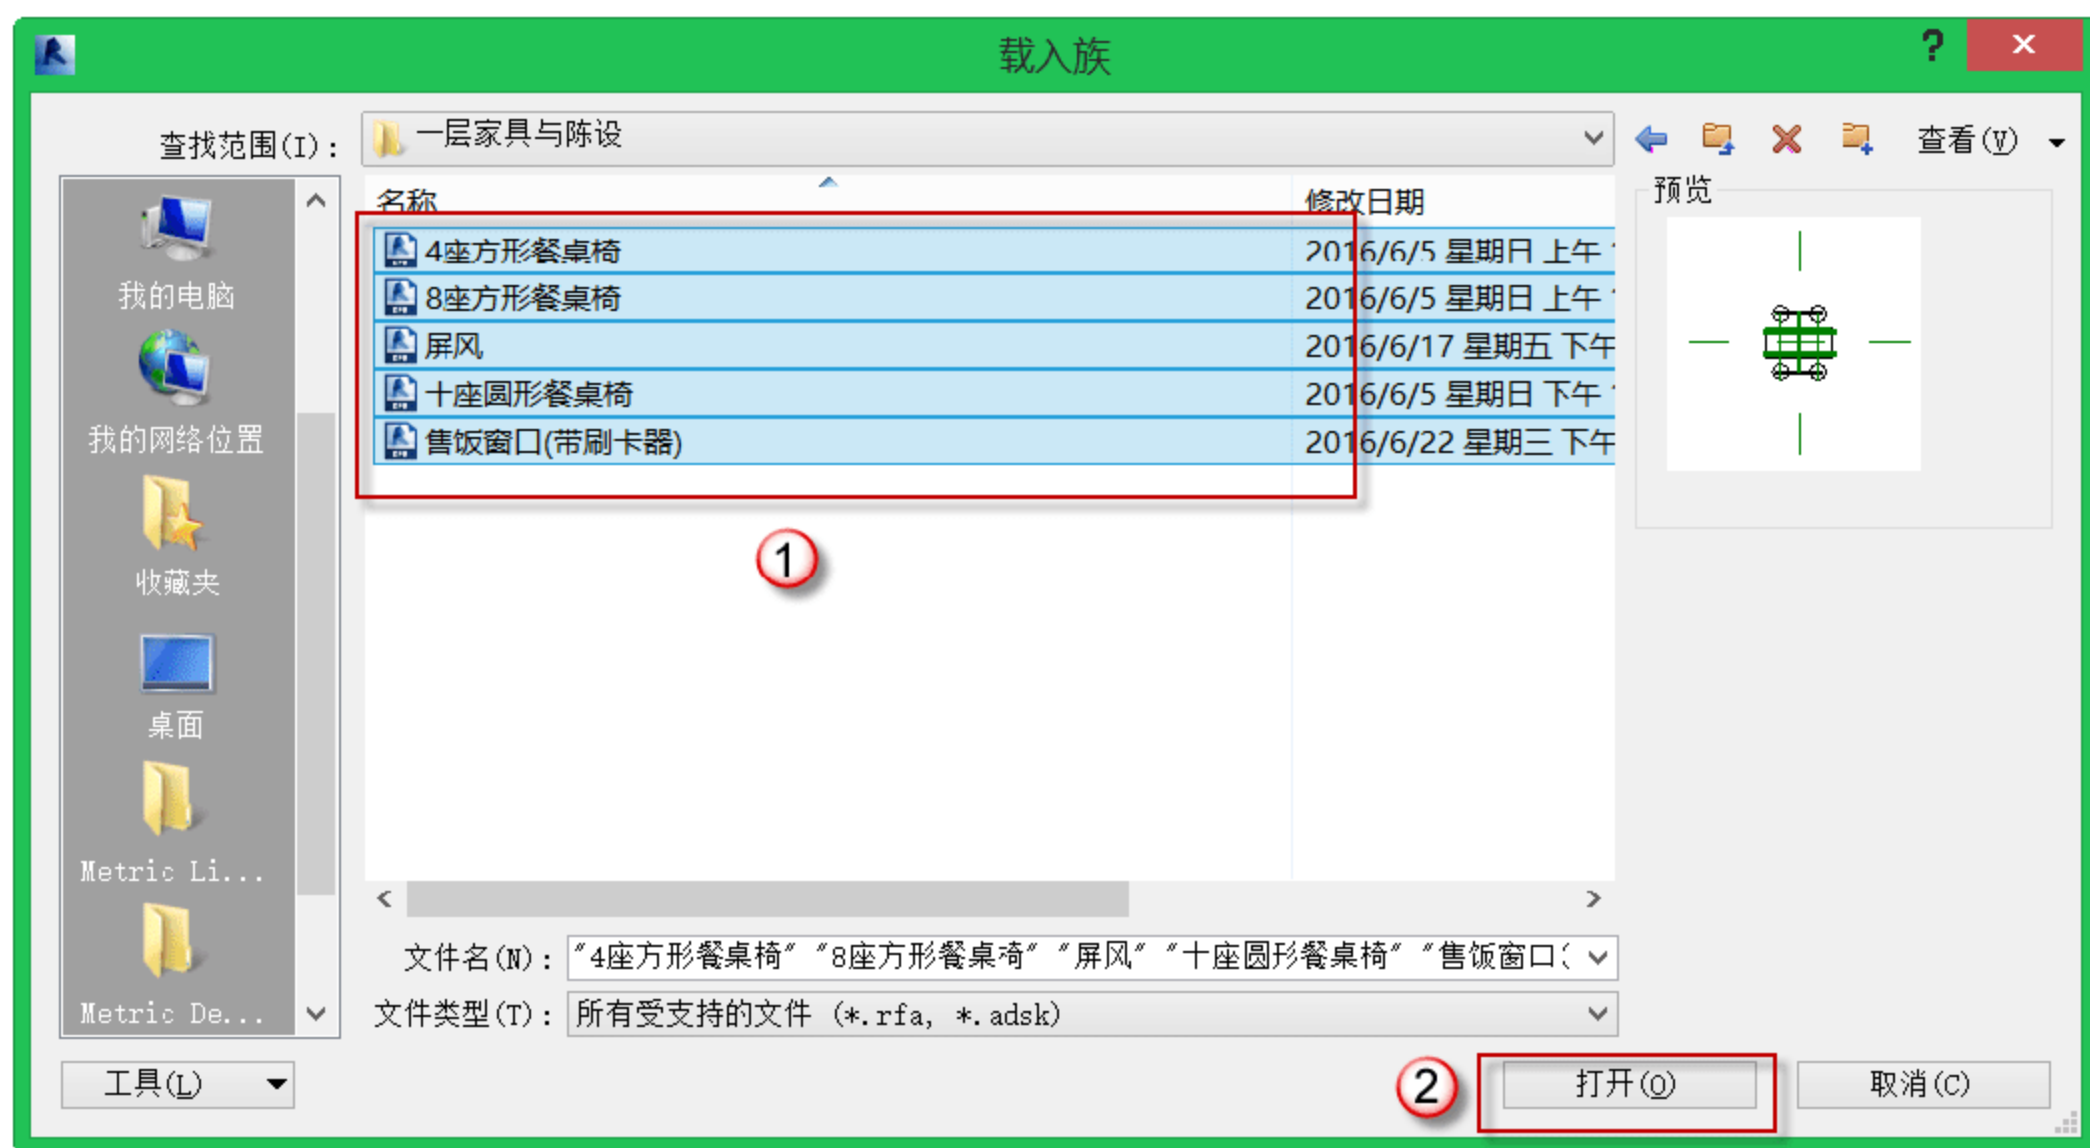

图 10.4.48 载入一层所有的家具与陈设族
(1) 载入一层所有的家具与陈设族。选择“插入”→“载入族”命令，在弹出的对话框中找到对应的“家具与陈设”文件位置，按快捷键 Ctrl+A，选中所有的家具与陈设，单击“打开”按钮，如图 10.4.48 所示。